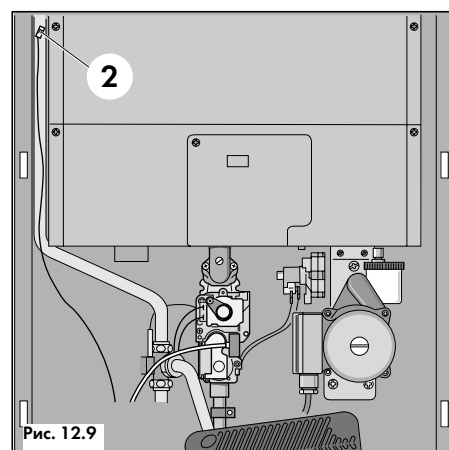

Рис. 12.9
- Снять штекер с NTC-датчика (2, рис. 12.9);
- Разъединить разъем датчика NTC (2, рис. 12.9);